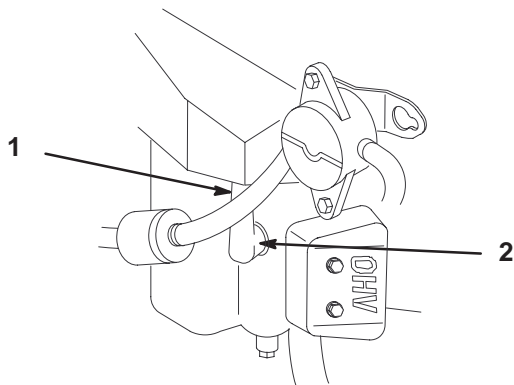

Figure 34
3. Débranchez les fils des bougies (Fig. 34). Nettoyez la surface autour des bougies pour éviter que des impuretés n'endommagent le moteur en tombant à l'intérieur.
3. Connectez les fils aux bougies (Fig. 34).